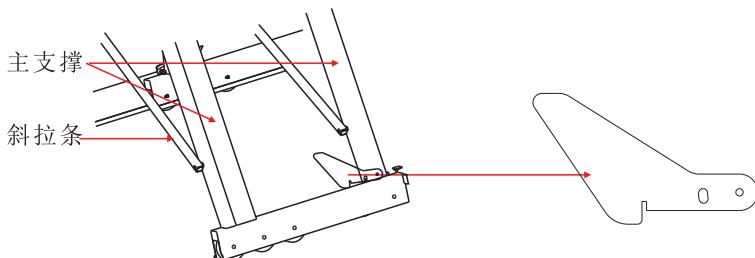

图1-3 排锁
- E. 系统打开后，如果是翻折椅请将座椅翻开。如果是条凳、矮靠背等无此操作。系统打开后，检查联接锁（排锁；见图1-3）是否合上。
3: 可调支撑轮。如附图1-3
附图1-3可调支撑轮